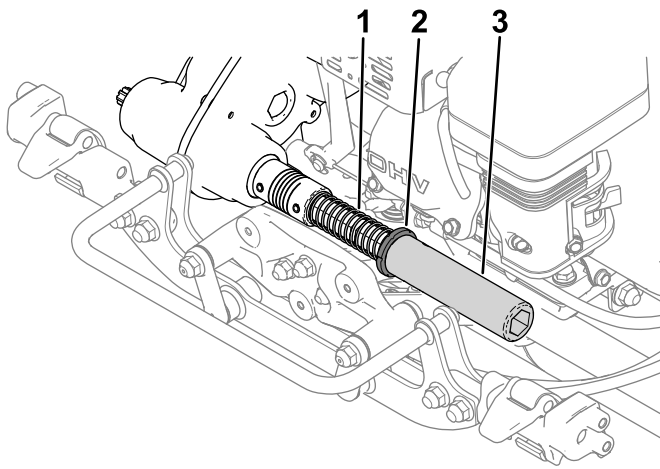

Figure 3
- Montez le ressort, le collet et le tube hexagonal sur l'arbre d'accouplement de la transmission (Figure 3).